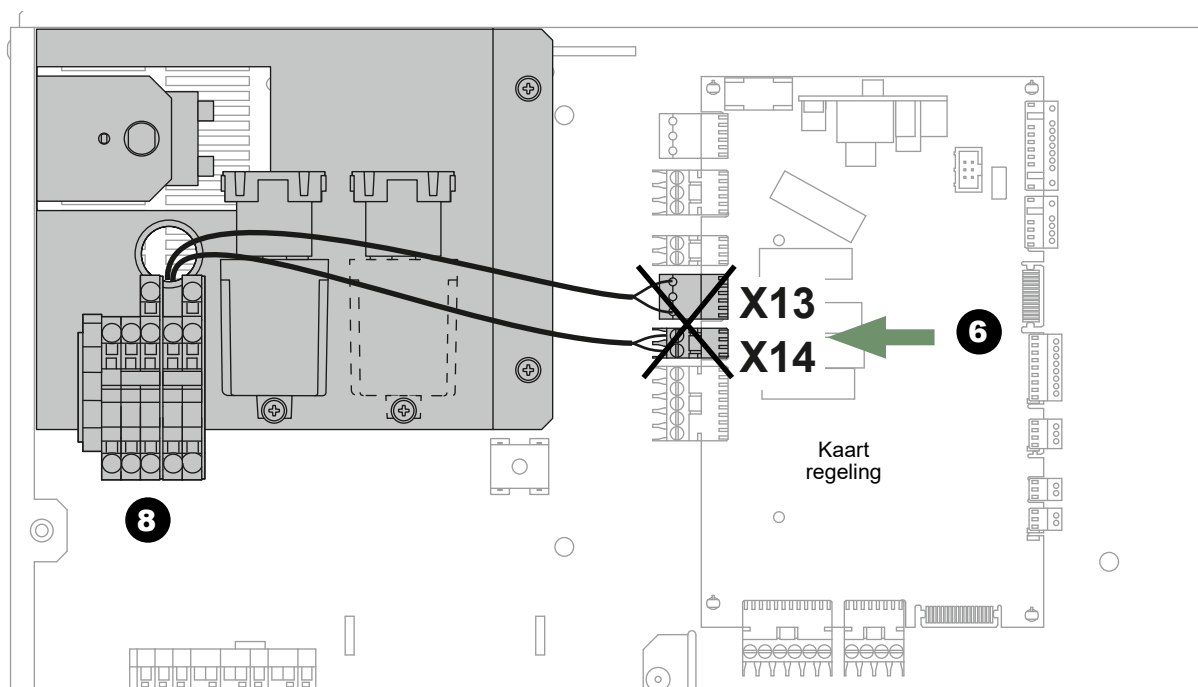

fig. 7 - Loskoppeling van de elektrriscie weerstanden monofasig
- **6** - Aansluitingen loskoppelen **X13** en **X14** (Elektrische weerstanden monofasig, zie fig. 7).